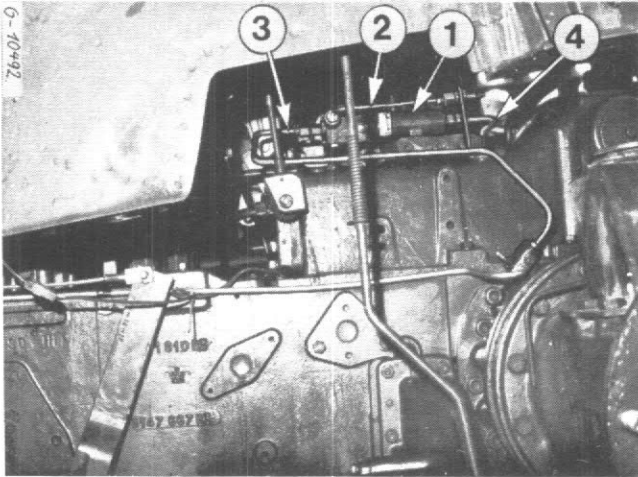
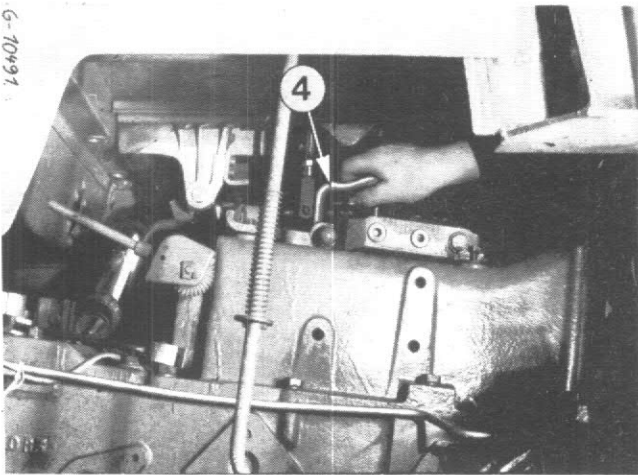

Fig. 23
Fig. 24
- Débrancher les tuyaux de freinage hydraulique de remorque (Fig. 23)
2.3 Dépose de la valve de freinage hydraulique de remorque (Fig. 23 et 24).
- Débrancher les tuyauteries (Fig. 23) et déposer la valve (Fig. 24).